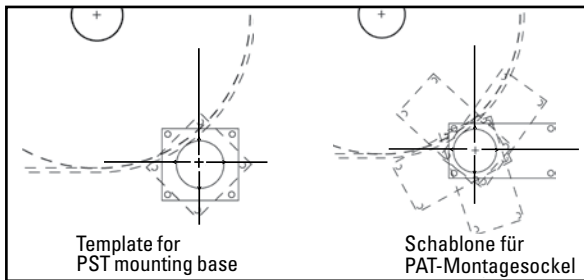

Abb. 3 Center large template hole notches on pole center mark, rotate to desired angle and trace holes
- 3. Die Bohrungen am Montagesockel markieren und anbringen.** Das große Loch für die Steckachse in der im Anweisungspaket enthaltenen Montageschablone so am Übergabetrichter positionieren, dass die Lochaussparungen mit den Linien ausgerichtet sind. Die Aussparung für die Steckachse und die Befestigungsbohrungen markieren (Abb. 3). Die Sockel können an jeder Position 360° um die Steckachse montiert werden, solange der Mittelpunkt der Steckachse unverändert bleibt. Die Öffnungen in beide Seiten des Übergabetrichters schneiden.